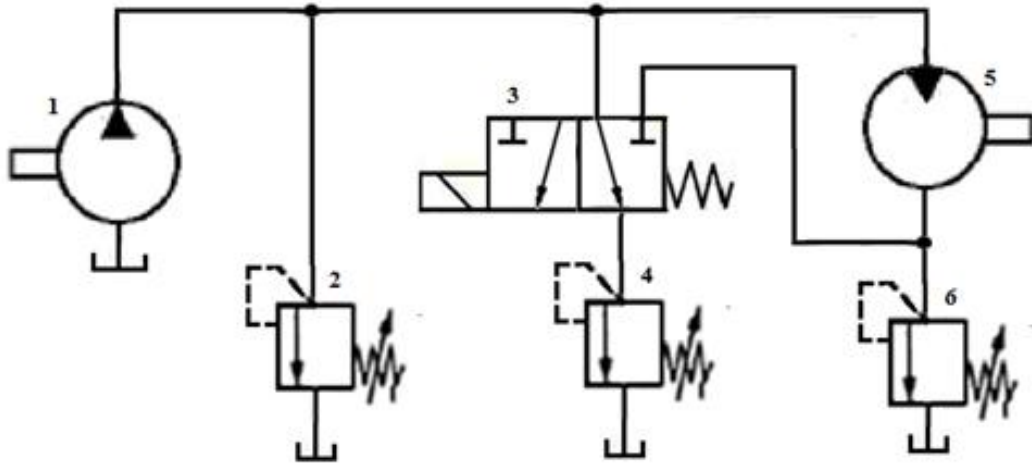

图 6-6 用溢流阀的制动回路
(2) 锁紧回路 (20 分钟)
(3) 制动回路 (20 分钟)
- 原理：**通过溢流阀泄放异常高压，平稳过渡至静止（图 6-6 解析）。